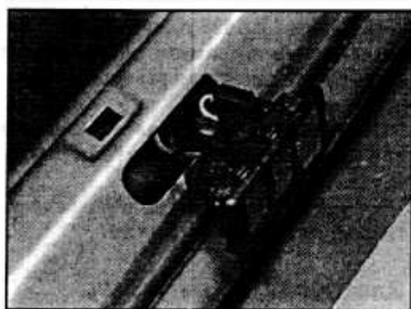

Рис. 12.10. Извлечение контактной пластины багажника из задней панели.
- Используя тонкую отвертку, освободите скобы крепления и выдвиньте контактную пластину из гнезда (см. рис. 12.10).